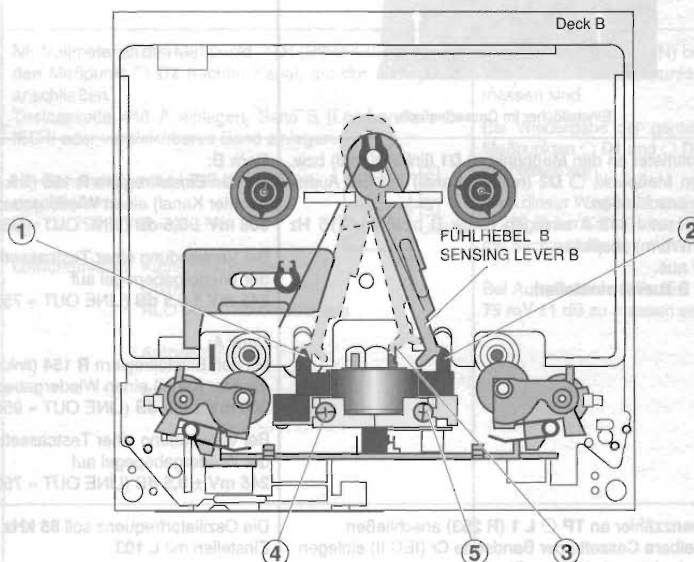

Fig. 2
- Führen Sie den Fühlhebel B der Kopflehre 401 zu den Bandführungen ① und ②, bzw. zur Bandführungsgabel ③ des Tonkopfes.
- Die Kopfeinstellschrauben ④ und ⑤ (Fig. 2) dienen zur Kopfspaltenrechtstellung (Azimut), siehe Einstellungen.
- Move the sensing lever B of the head gauge 401 to the guides ① and ② and to the tape guide fork ③ of the soundhead respectively.
- The head adjustment screws ④ and ⑤ (Fig. 2) are used for setting the head gap angle (azimuth); see Adjustments.